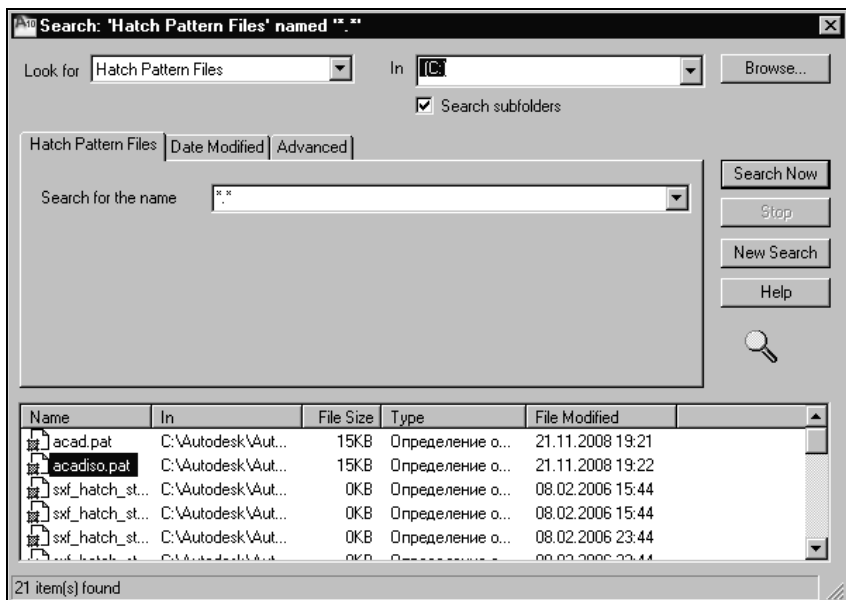

Рис. 2.10. Диалоговое окно **Search** для поиска файла с образцом штриховки
2. Щелкните кнопку  **Search** (Поиск) на панели инструментов **DesignCenter**. Появится одноименное диалоговое окно (рис. 2.10).
4. В нижнем поле будет выводиться список файлов с расширением pat, которые содержат образцы штриховки (см. рис. 2.10).